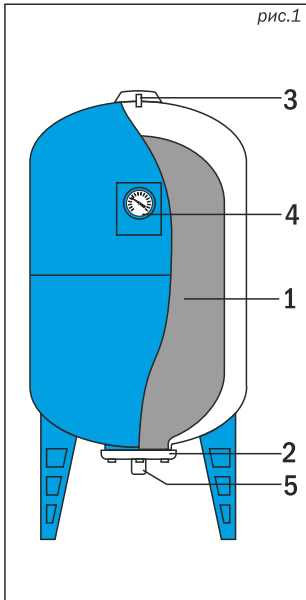

рис.1
Расширительный мембранный бак (см.рис.1) представляет собой герметичный стальной сосуд с установленной внутри него сменной эластичной мембраной (1). Мембрана надежно крепится к горловине бака при помощи фланца (2). Внутренняя полость бака заполняется воздухом под давлением через воздушный ниппель (3). Некоторые модели расширительных мембранных баков укомплектованы манометром (4) для удобства контроля давления воздуха. Для подключения бака к системе водоснабжения на фланце имеется присоединительный патрубок (5) с наружной резьбой.
До пуска насоса необходимо убедиться в наличии давления воздуха в баке. Давление воздуха проверяется либо по встроенному манометру (для баков, укомплектованных манометром) либо при помощи автомобильного воздушного манометра, который нужно присоединить к ниппелю (3), рис.1. **Давление воздуха Ppre, закачанного заводом производителем, составляет 1,5-2атм (1,5-2бар).**